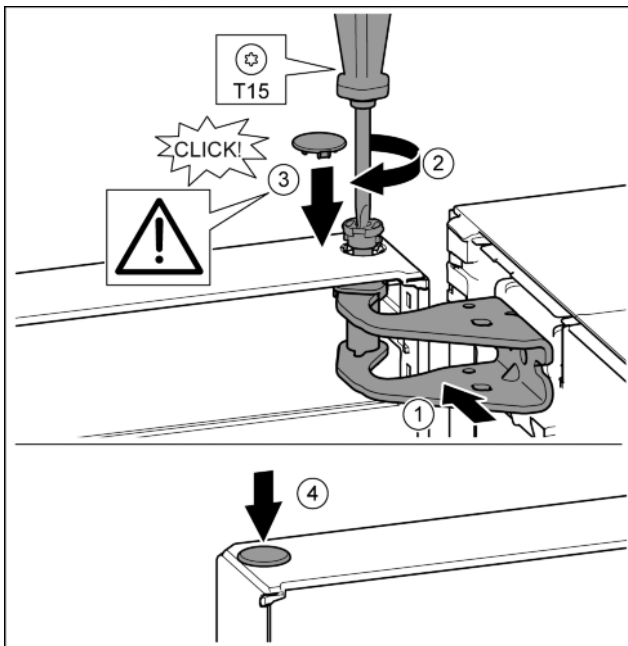

Fig. 17
- ▶ Aliniați ușa sus spre deschizătură în suportul de lagăr. Fig. 17 (1)
- ▶ Introduceți bolțul și înșurubați-l ferm cu șurubelnița T15. Fig. 17 (2)
- ▶ Montarea capacului de siguranță pentru siguranța ușii: Introduceți capacul de siguranță și controlați dacă este așezat pe ușa. În caz contrar, introduceți complet bolțul. Fig. 17 (3)
- ▶ Introduceți dopul. Fig. 17 (4)